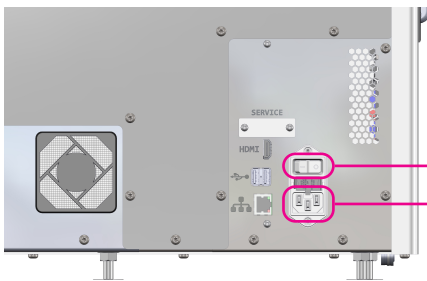

Abbildung 3
- Schließen Sie das Wechselstromkabel an den Stromanschluss auf der Rückseite des Geräts an (Abbildung 3).